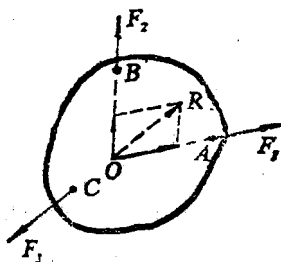

图 1-9 三力平衡汇交
(2)三力平衡汇交定理 若在刚体的 A 、 B 、 C 三点分别作用有力 F_1 、 F_2 、 F_3 (图 1-9)且使刚体处于平衡,那么这三个力如若不彼此平行,则必定汇交于一点。这就是三力平衡汇交定理,简言之,即:由不平行的三个力组成的平衡力系必只汇交于一点。此定理很易证明: F_1 与 F_2 的合
力 R 必过此二力的交点 O (图 1-9), 而 R 与 F_3 又使物体处于平衡, 所以 R 与 F_3 必等值、反向、共线, 也即 F_3 也必过 O 点。